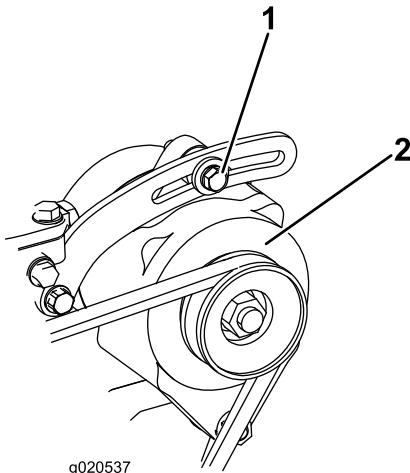

Figure 61
Vérifiez l'état et la tension des courroies (Figure 61) toutes les 100 heures de fonctionnement.
2. Si vous n'obtenez pas une flèche de 10 mm (¾ po), desserrez les boulons de fixation de l'alternateur (Figure 61). Augmentez ou diminuez la tension de la courroie et resserrez les boulons. Contrôlez de nouveau la flèche de la courroie pour vérifier si la tension est correcte.